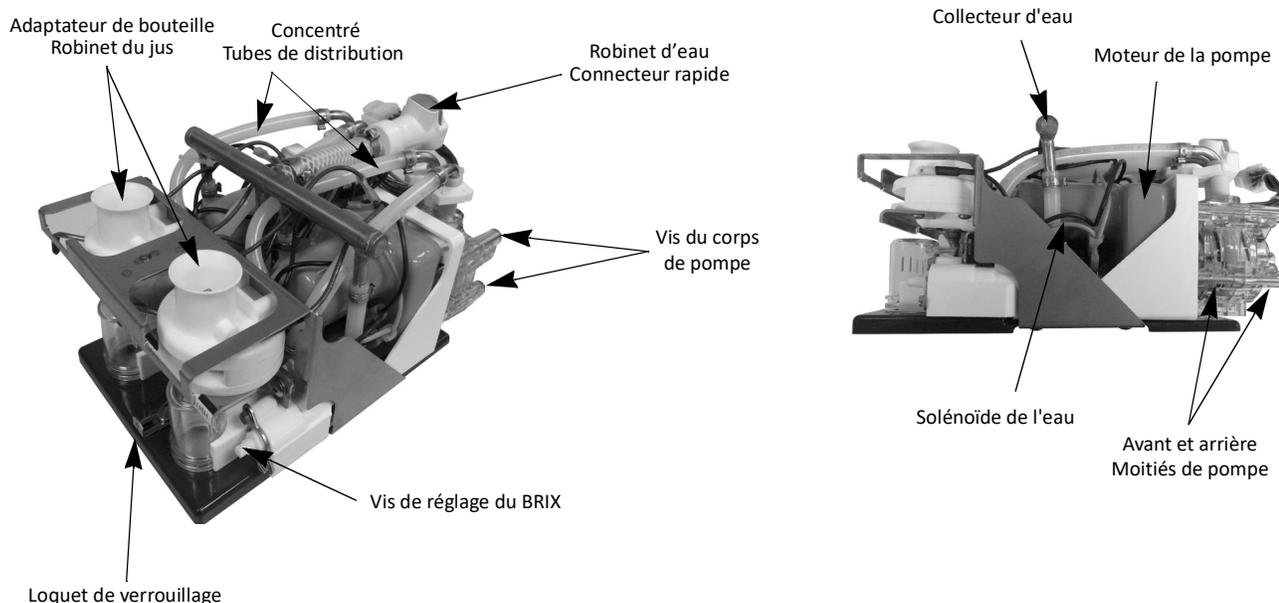

Figure 22. Détails de l'intérieur
4. Débranchez le raccord rapide de la ligne d'eau en appuyant sur le bouton gris (voir Figure 22).
5. Faites glisser le loquet de verrouillage vers l'avant. Soulevez légèrement la plateforme et tirez vers l'avant pour accéder au connecteur électrique (voir Figure 22).
- Débranchez le connecteur électrique en pressant les languettes de verrouillage de chaque côté et en tirant sur le connecteur. Soulevez et retirez la plateforme de la pompe (voir Figure 22).
- Retirez les deux colliers de serrage en plastique blanc des raccords des tubes de la pompe (voir Figure 22) et retirez les tubes d'alimentation en concentré des extrémités du tuyau.